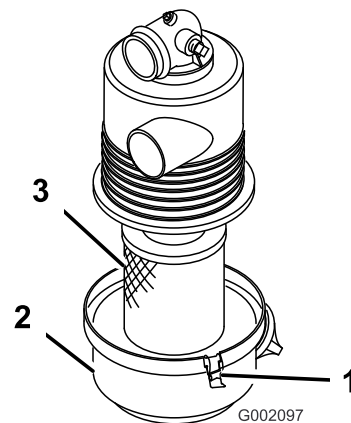

Figura 20
1. Inspeccione la carcasa del limpiador de aire por si hubiera daños, que podrían causar una fuga de aire. Asegúrese de que la tapa hace un buen sello alrededor de la carcasa del limpiador de aire (Figura 20).
2. Abra los enganches que sujetan la tapa del filtro de aire a la carcasa del filtro de aire (Figura 20).
3. Separe la tapa del filtro de aire de la carcasa del filtro de aire, y limpie el interior de la tapa (Figura 20).
3. Instale el elemento del filtro de aire en la carcasa del filtro de aire (Figura 20).
4. Alinee la tapa del limpiador de aire con la carcasa del limpiador de aire (Figura 20).
5. Sujete la tapa a la carcasa con los enganches (Figura 20).